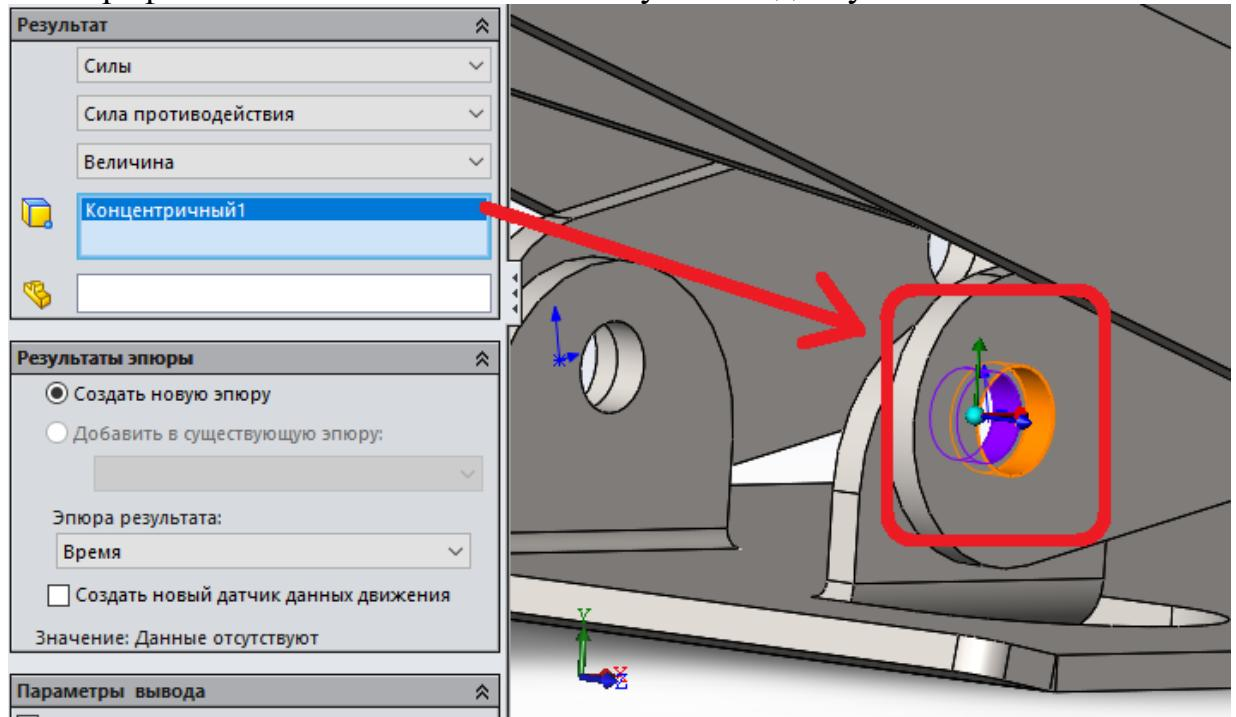
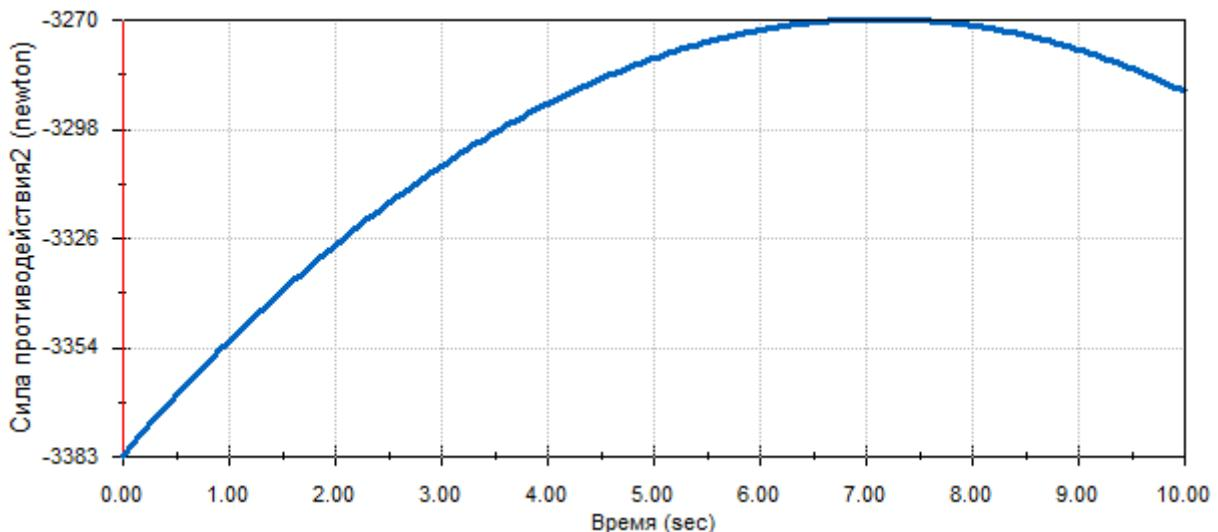

Рис. 10. Побудова епюри сили протидії у шарнірному з’єднанні.
Рис. 11. Епюра сили протидії шарнірного з'єднання
2.8. Натиснути **Результаты** → категорія **Сили** → підкатегорія **Сила противодействия** → вибір результуючого компоненту **Y-составляющая**, обрати спряження, як це показано на рис.10. Натиснути **Ок**. При цьому зявиться попередження Результат відображенний на рис. 11.